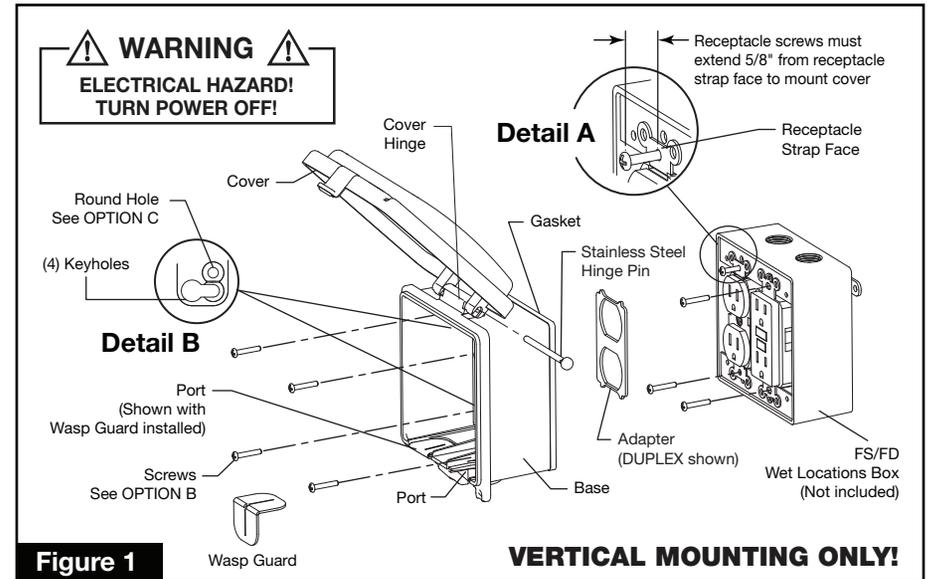
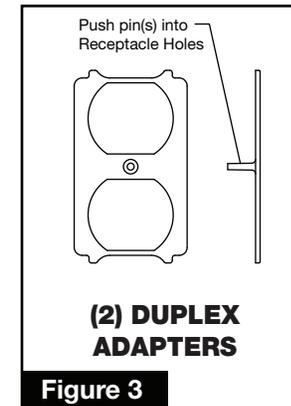
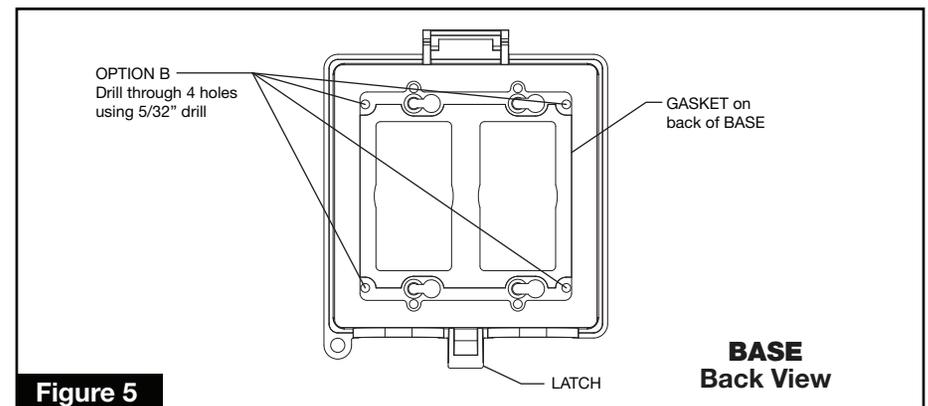

Figure 1
Figure 3
Figure 5
- 2. INSTALL WASP GUARDS.** Remove protective backing from adhesive side of rubber WASP GUARD. Position and place adhesive side on outside of curved rib in PORT opening. Carefully fold WASP GUARD along top surface and secure to inside of curved rib in PORT. Repeat for second WASP GUARD (Figure 1 & 2).
- 3. DETERMINE DESIRED ADAPTER.** SWITCH, Use Round/Switch Adapter. ROUND RECEPTACLE: Use Round 1-3/8" Adapter and remove inner circle. GFCI, no adaptor is needed. DUPLEX: use Duplex Adapter (Figures 1 & 3).
**NOTE:** Position BASE with COVER HINGE on top and open PORTS on bottom. Attach receptacle to box by loosely inserting the receptacle screws into the box. Thread screws until heads extend 5/8" from receptacle strap faces (Figure 1, Detail A). Push adapter pin(s) into receptacles or switches. (Figures. 3 & 4). Place BASE keyholes over receptacle/ or /switch screws (Figure 1, Detail B). Make certain gasket overlaps box edges and tighten screws to secure BASE.
Verify receptacle is centered and securely fastened to box. Drill out (4) pre-marked holes in BASE using 5/32" diameter drill (Figure 5). Push adapter pin(s) into receptacle or switch (Figures 3 & 4). Make certain gasket overlaps box edges. Insert (4) furnished screws and tighten to secure BASE. See steps 6 & 7.
Verify GFCI receptacles are securely fastened to box. Insert (4) screws (furnished) through top and bottom ROUND holes (Figure 1, Detail B) in BASE into threaded holes in GFCI. Make certain gasket overlaps box edges and tighten screws to secure BASE. See steps 5,6 & 7.
- INSTALLER LES PROTECTIONS ANTI-GUÊPES** Détacher la pellicule de protection du côté adhésif de la PROTECTION ANTI-GUÊPES en caoutchouc. Positionner et placer le côté adhésif sur l'extérieur de l'arête courbée de l'orifice. Plier soigneusement la PROTECTION ANTI-GUÊPES le long de la surface supérieure et la fixer à l'intérieur de l'arête courbée de l'orifice. Répéter l'opération pour la deuxième PROTECTION ANTI-GUÊPES (Figures 1 et 2).
- CHOISIR L'ADAPTATEUR VOULU.** COMMUTATEUR, utiliser un adaptateur rond ou commutateur. PRISE DE COURANT RONDE: Choisir un adaptateur rond de 3,5 (1,375) et enlever le cercle interne. DISJONCTEUR DE FUITE DE TERRE, aucun adaptateur n'est nécessaire. DUPLEX: utiliser un adaptateur Duplex (Figures 1 et 3).
**REMARQUE:** Positionner la BASE de manière à ce que la CHARNIÈRE DU COUVERCLE soit sur le dessus et les ORIFICES ouverts en dessous. Joindre le boîtier de la prise de courant en insérant les vis de la prise de courant dans le boîtier sans serrer. Serrer les vis jusqu'à ce que les têtes dépassent la surface de la bride de la prise de courant de 1,6 cm (5/8 po) (schéma 1, Détail A). Pousser les broches de l'adaptateur dans les prises ou les interrupteurs. (Figures. 3 & 4). Placer les entrées de clé de la BASE par dessus les vis de la prise de courant ou du commutateur (Figure 1, Détail B). S'assurer que le joint recouvre les bords du boîtier et serrer les vis pour fixer la BASE.
Vérifier que la prise de courant soit centrée et solidement fixée au boîtier. Percer (4) trous pré-marqués dans la BASE à l'aide d'une mèche 0,4 cm (5/32 po) (Figure 5). Pousser les broches de l'adaptateur dans la prise de courant ou dans le commutateur ( Figures 3 et 3 & 4).
Vérifier que les prises du disjoncteur de fuite de terre sont solidement fixées au boîtier. Insérer (4) vis (fournies) au travers des trous ROUNDS situés sur le dessus et au fond de la BASE (Figure 1, Détail B) dans les orifices filetés du disjoncteur de fuite de terre. S'assurer que le joint recouvre les bords du boîtier et serrer les vis pour fixer la BASE. Voir étapes 5, 6 & 7.